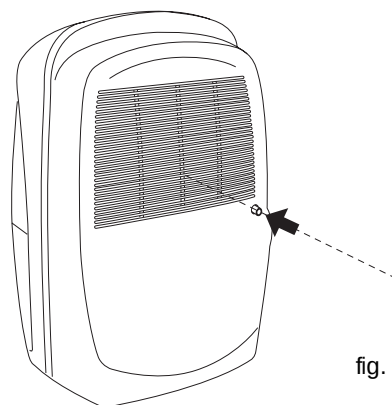

fig. 2
- 1) percer l'intérieur de l'embout d'évacuation à l'aide d'une perceuse équipée d'une mèche fine (Fig.2)